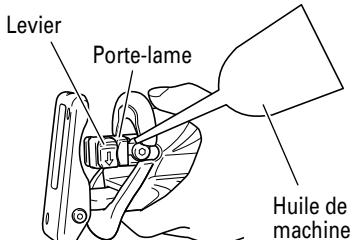

Fig. 9
- (1) Après l'utilisation, souffler toute sciure, terre, sable, humidité, etc. à l'aide d'une brosse, etc., pour garantir le bon fonctionnement de la monture de lame.
(2) Comme indiqué sur la Fig. 9, graisser périodiquement tout le pourtour du support de lame avec du fluide de coupe, etc.